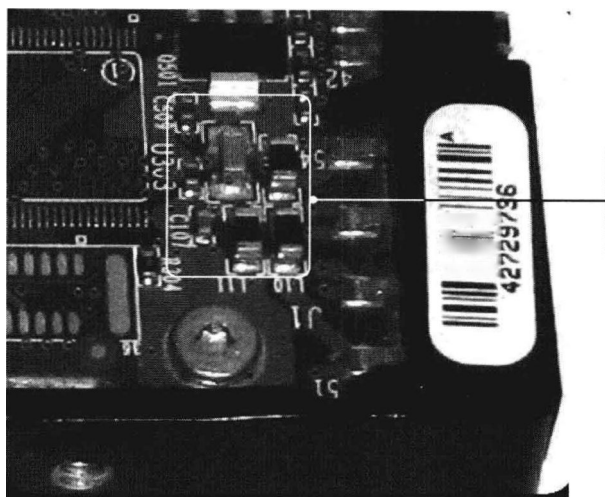

图 6-33 检查电源供电电路中的保险电阻器、电容器等元器件
(3) 如果硬盘电源接口的 5 V 和 12 V 供电电压正常,接下来用万用表测量 5 V 和 12 V 电源接口引脚的对地电阻值,来判断供电电路中是否有损坏的元器件。
(4) 如果电源接口 5 V 和 12 V 引脚对地电阻值为无穷大,则可能是电源供电电路中的保险电阻器、电感器或电容器等元器件损坏,重点检查这些元器件。如图 6-33 所示。
(5) 如果电源接口 5 V 和 12 V 引脚对地电阻值偏小或为 0(正常值应该在 400~900 Ω),则可能是电动机驱动芯片,或电动机驱动芯片周围的一些电阻器、电容器、场效应晶体管等损坏,重点检查这些元器件。
(6) 测量主轴电动机引脚的工作电压(一般,主轴电动机的工作电压应该在 4~9 V)是否正常。如果正常,则可能是主轴电动机损坏,检测主轴电动机。